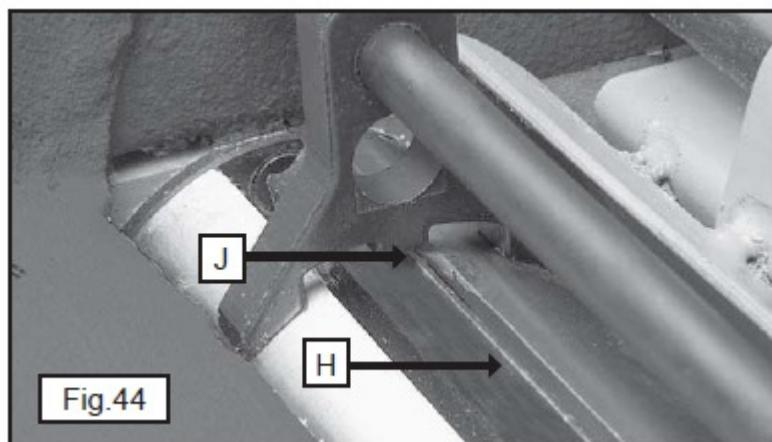
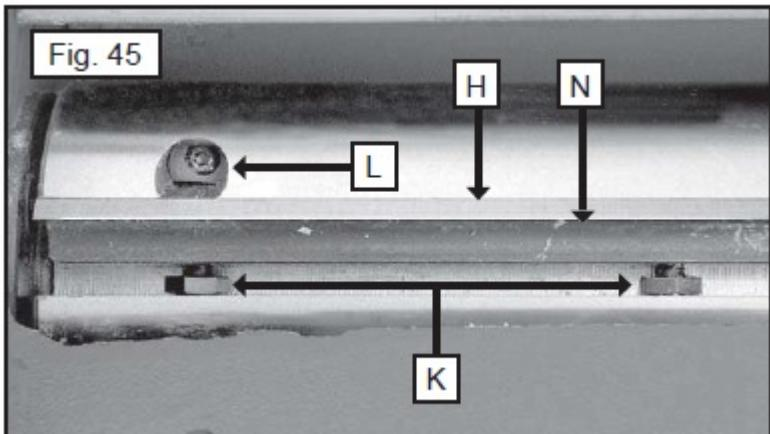

Рис. 44
Рис. 45
- Точно отрегулированные ножи (H), рис. 44, будут касаться низа приспособления (J) для выверки ножей на каждом конце. Проверить все три ножа.
Ослабить (по часовой стрелке) все пять установочных винтов, два из которых показаны на позиции (K), рис. 45. Повернуть прилагаемым ключом винт (L) с шестигранным шлицем, рис. 45 против часовой стрелки для опускания или по часовой стрелке для поднятия ножа на каждом конце режущего вала до тех пор, пока режущая кромка ножа (H), рис. 44, не коснётся нижней части приспособ-
собления (J) для выверки ножей, рис. 44. Затянуть планку (N) крепления ножа, рис 45, слегка заворачивая обратно пять установочных винтов (K), рис. 45 к пазу ножа.
После установки всех трёх ножей затянуть пять установочных винтов (К), рис. 45, к пазу. Начинать следует с конечных винтов, затем затягивать центральные до закрепления ножа. Затянуть другие ножи тем же способом.
- C. Вставить планки крепления, ножи и ввернуть винты во все три паза режущего вала. Ослабить установочные винты, два из которых показаны на позиции (К), рис. 45, достаточно для удержания трёх ножей в режущем вале.